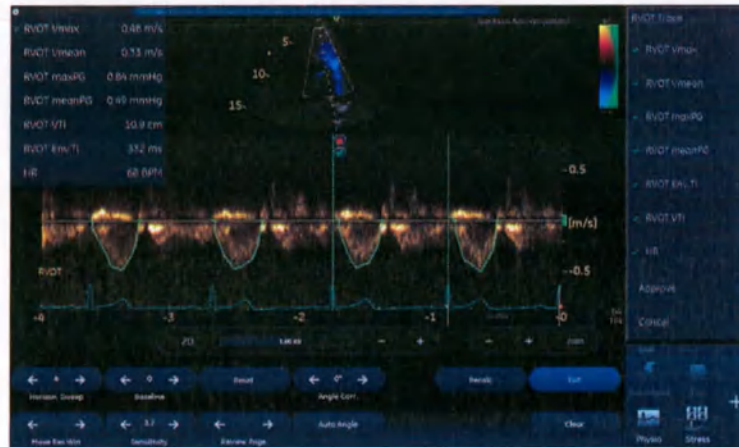

Рис. 8-38. Отклоните или сохраните циклы
4. Наведите курсор на цикл и либо отклоните его, либо сохраните отдельно от остальных, нажав на соответствующий значок (см. Рис. 8-38). Нажмите кнопку **Recalc** (Пересчитать), чтобы восстановить отклоненные циклы.